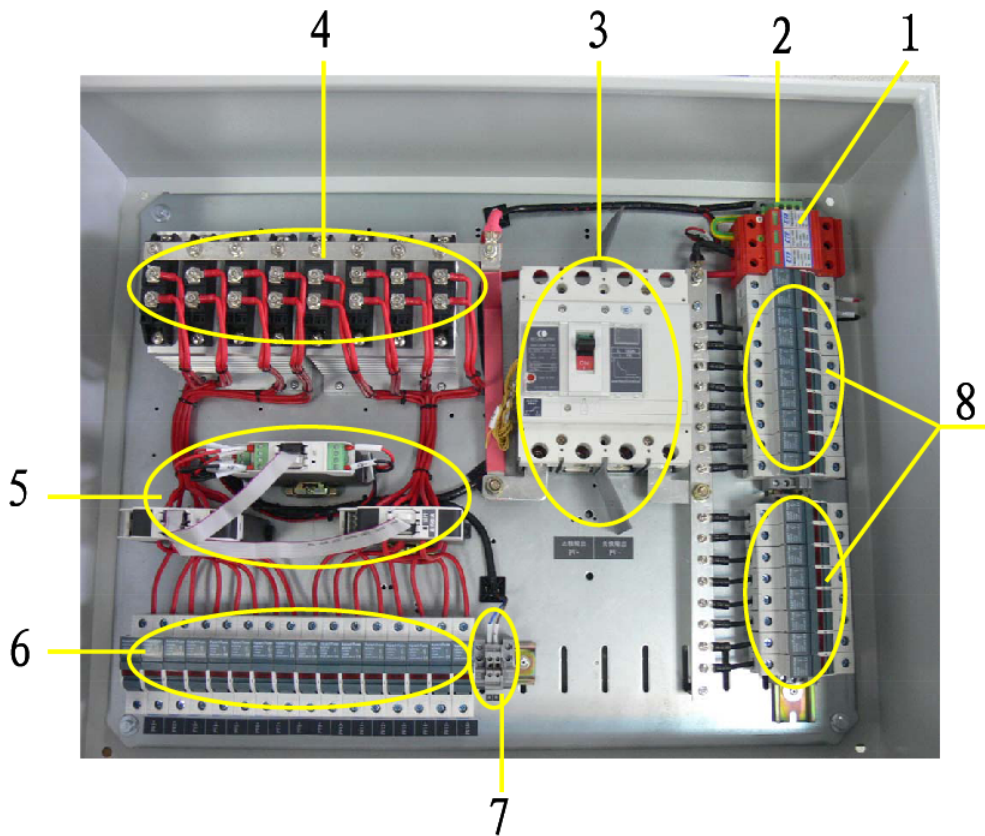

图 2 内部实物图(穿孔式防反功能)
2. 2012.4.6 V1.2 更改图 2 产品的安装尺寸, 新增红色虚线区域的安装选择方向